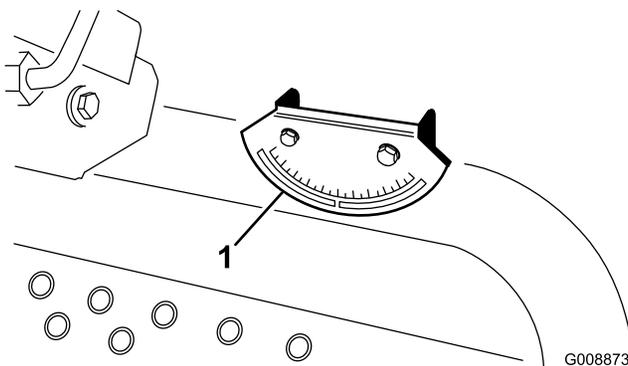

図 7
4. マシンのハンドルチューブに付いている傾斜計の読みを見る 図 7。